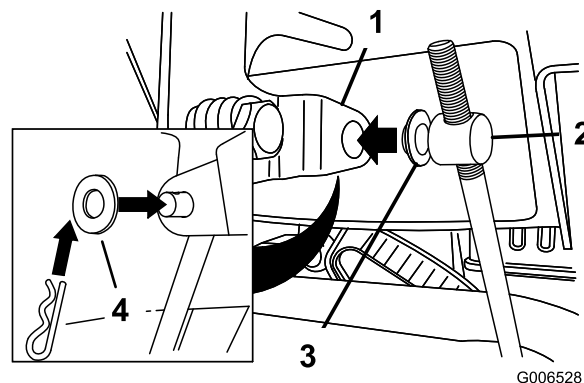

Bild 11
- Entfernen Sie den Splint und die äußere Scheibe vom Drehzapfen am oberen Ende des Geschwindigkeitseinstellgestänges (Bild 11).
**Hinweis:** Lassen Sie die Flachscheibe auf dem Drehzapfen, um den Einbau zu vereinfachen (Bild 11).
- Heben Sie die Geschwindigkeitsschalstange an und setzen Sie den Drehzapfen in das Loch im Geschwindigkeitsschalthebel (Bild 11).
- B. Schließen Sie den Drehzapfen vom Geschwindigkeitsschalthebel ab (Bild 11).
- C. Drehen Sie den Drehzapfen auf der Geschwindigkeitsschaltstange nach unten (nach rechts) (Bild 11).
- D. Schließen Sie den Drehzapfen am Geschwindigkeitsschalthebel an (Bild 11).
- C. Drehen Sie den Drehzapfen auf der Geschwindigkeitsschaltstange nach oben (nach links) (Bild 11).